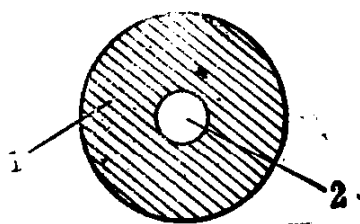

图10 阀体
(2) 阀体：阀体如图10所示。它的直径应大于吸水管外径20毫米左右。用5~10毫米厚的钢板或塑料板制做。